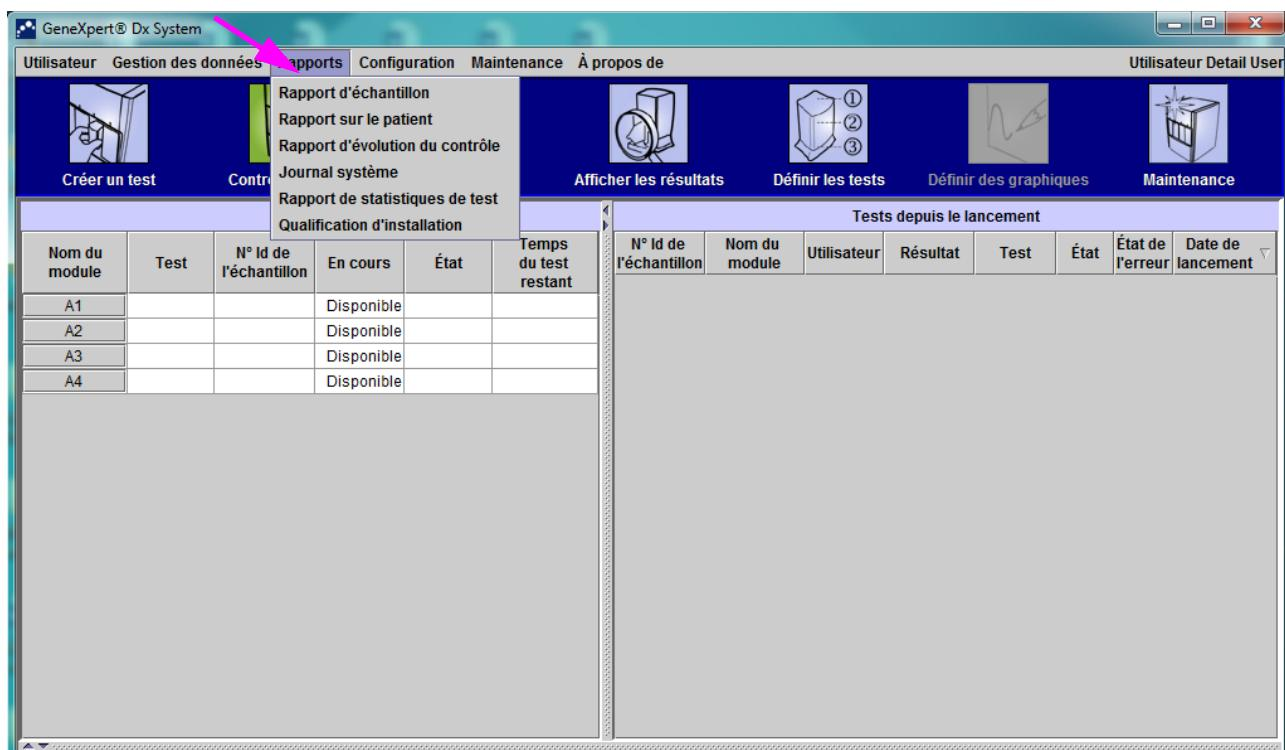
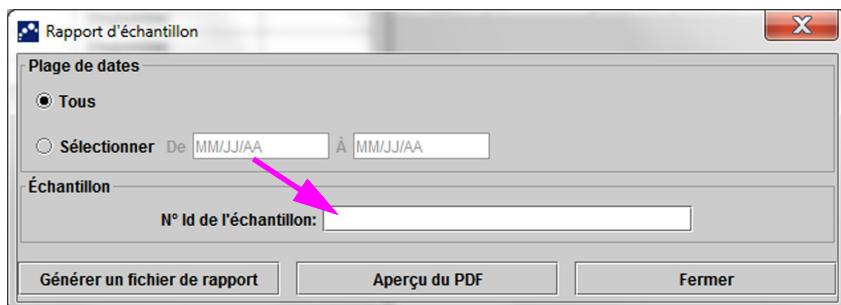
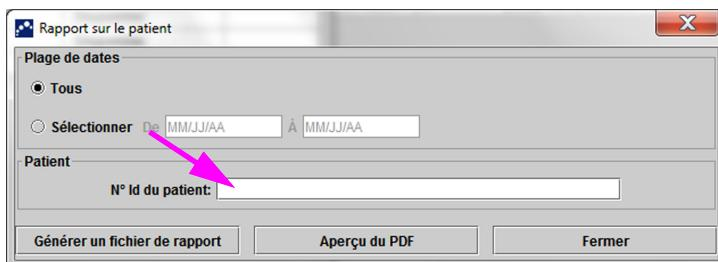
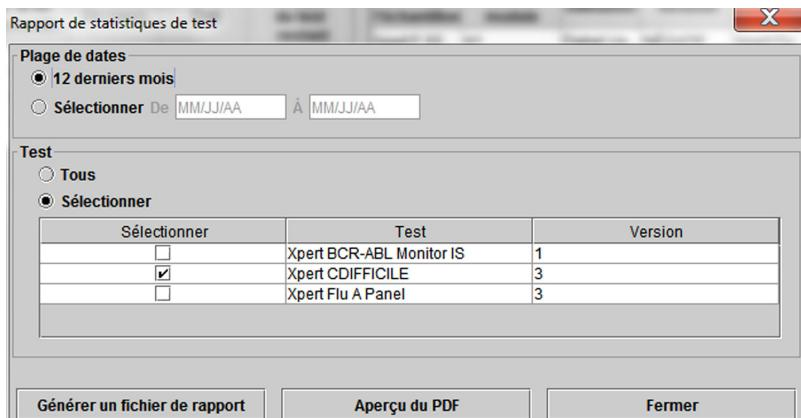

Figure 5-85. Fenêtre GeneXpert Dx System—Menu déroulant Rapports
Figure 5-86. Boîte de dialogue Rapport d'échantillon
Figure 5-88. Boîte de dialogue Rapport sur le patient
Figure 5-90. Boîte de dialogue Rapport de statistiques de test
Le menu **Rapports** (cf. Figure 5-85) fournit les options de menu suivantes :
1. Dans la fenêtre GeneXpert Dx System, dans le menu **Rapports** (cf. Figure 5-85), cliquez sur **Rapport d'échantillon**. La boîte de dialogue Rapport d'échantillon s'affiche. Voir Figure 5-86.
- 1) Cliquer sur le bouton **Générer un fichier de rapport** dans l'écran Rapport d'échantillon (voir Figure 5-86) pour créer le fichier PDF du rapport de test. La boîte de dialogue Générer un fichier de rapport s'affiche et permet d'enregistrer le fichier à un emplacement précis. Cliquer sur **Enregistrer** une fois que parvenu à l'emplacement spécifique.
- Dans la fenêtre GeneXpert Dx System, dans le menu **Rapports** (cf. Figure 5-85), cliquez sur **Rapport sur le patient**. La boîte de dialogue Rapport sur le patient s'affiche. Voir Figure 5-88.
- Cliquez sur le bouton **Générer un fichier de rapport** dans l'écran Rapport sur le patient (cf. Figure 5-88) pour créer le fichier PDF du rapport. La boîte de dialogue Générer un fichier de rapport s'affiche et permet d'enregistrer le fichier à un emplacement précis. Cliquer sur **Save** (Enregistrer) une fois que parvenu à l'emplacement spécifique.
1. Dans la fenêtre GeneXpert Dx System, dans le menu **Rapports** (cf. Figure 5-85), cliquez sur **Rapport de statistiques de test**. La boîte de dialogue Rapport de statistiques de test s'affiche. Voir Figure 5-90.
- 1) Cliquez sur le bouton **Générer un fichier de rapport** dans l'écran Rapport de statistiques de test (cf. Figure 5-90) pour créer le fichier PDF du rapport. La boîte de dialogue Générer un fichier de rapport s'affiche et permet d'enregistrer le fichier à un emplacement précisé. Cliquer sur **Enregistrer** une fois que parvenu à l'emplacement spécifique.